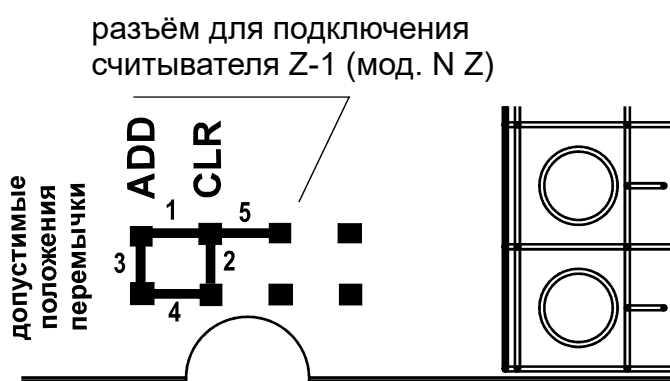
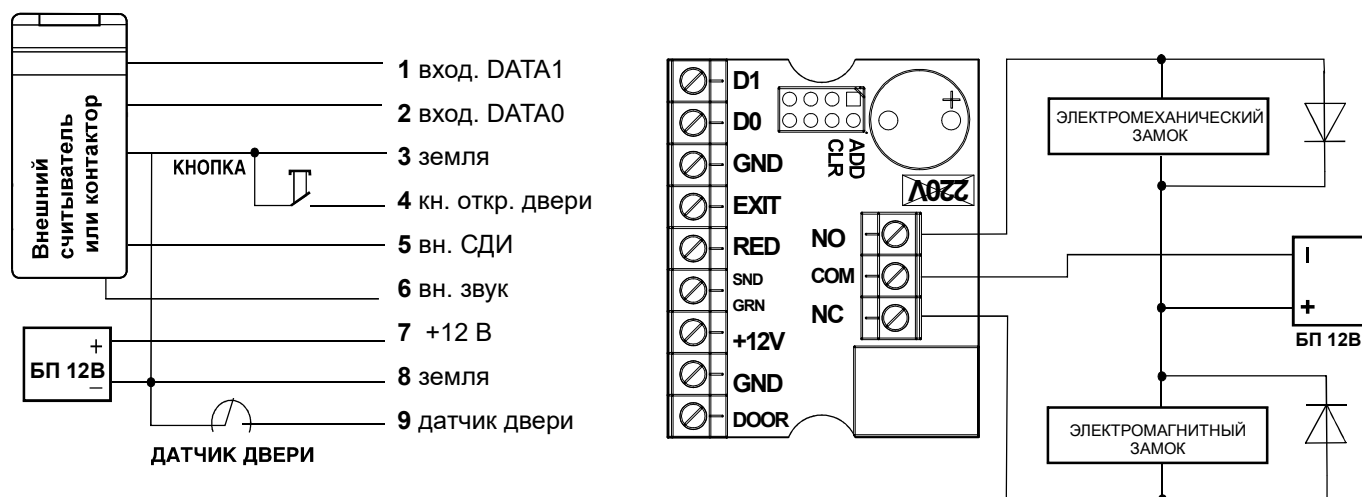

Рис. 3 Положения перемычки
Рис. 6 Подключение внешних устройств
В комплект поставки контроллера Z-5R (мод. Relay Wiegand) входит перемычка, которая используется для программирования контроллера (всего пять положений) (см. рис.3).
4. Установите защитный диод (см. рис.6). В случае, если замок электромеханический, установите перемычку в положение 1 (см. рис.3).